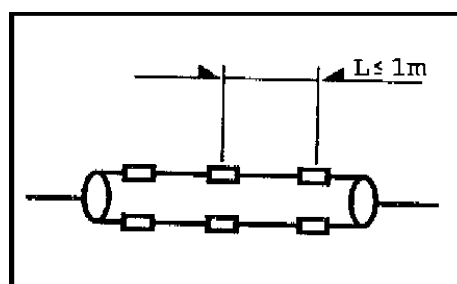

Imagen 4
- Separe de forma uniforme las sujeciones de montaje y ventosas para que tengan una distancia máxima de 1 m. (Imagen 4)